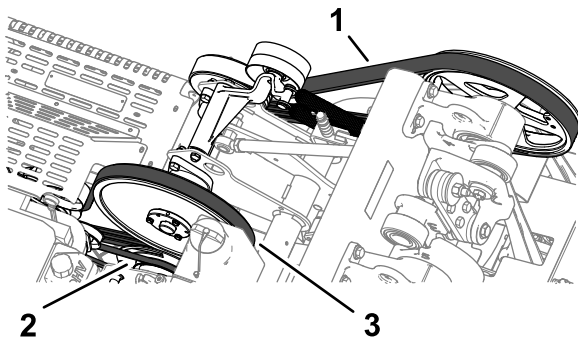

Figura 175
2. Inspeccione la bomba hidráulica, el eje secundario y las correas del cigüeñal (Figura 175) en busca de daños, desgaste, grietas excesivas en la amortiguación o grandes cantidades de residuos impregnados.